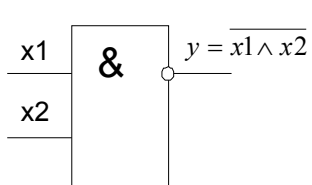

Рис. 161
5. Элемент Шеффера. Этот элемент, реализующий функцию отрицания конъюнкции, называется И-НЕ (смотрите рис. 161, 162).  $y = \overline{x_1 \wedge x_2}$ .